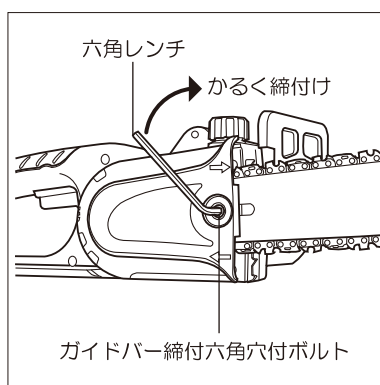

図16
⑥ ガイドバー締付け六角穴付きボルトをネジ穴に差込み、付属の六角レンチでかるく締付けてください。(図16参照)
⑦ ソーチェーンの張り方法(P.10)を参照して、ソーチェーンを張ってください。